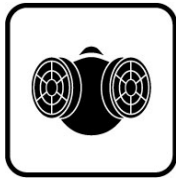

Рис. 1
- Управление гайковёртом осуществляется с использованием пускового курка (Рис. 1), который находится под указательным пальцем. При нажатии на курок сжатый воздух поступает в рабочую полость двигателя и вращает ротор. Следует учесть, что после того как Вы отпустите курок вращение механизма будет осуществляться ещё несколько секунд. В целях безопасности, кладите гайковёрт после того как он полностью остановился.
- Регулировка усилия осуществляется регулятором мощности (Рис.1).
- Режимы «закручивание» (F) и «откручивание» (R) устанавливаются переключателем реверса.